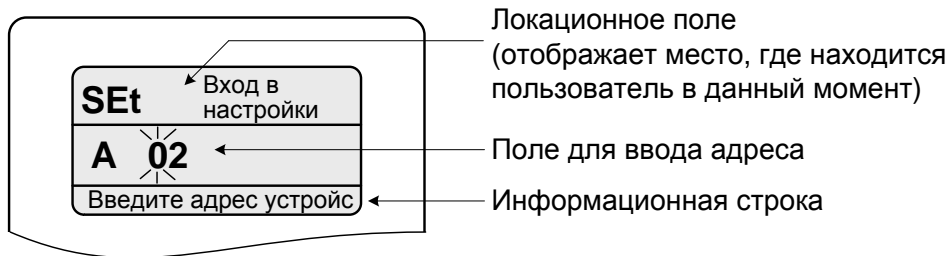

Рисунок 13
3.7.4.1 Вход в меню настройки осуществляется из режима просмотра параметров одновременным нажатием на обе кнопки. При этом на табло отобразится надпись «SEt» (настройка) и запрос адреса устройства (рисунок 13).